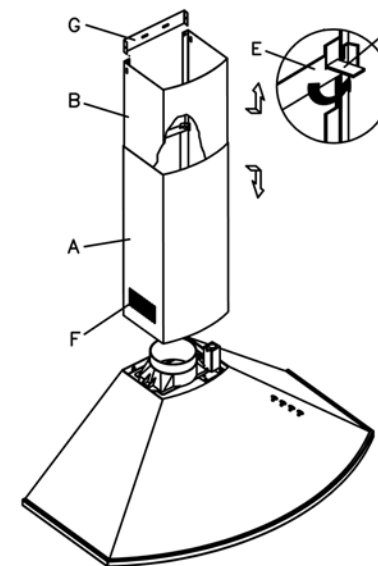

Fig. 2
Marquer sur le mur la position du support E (fig. 2), d'après les cotes et les spécifications du patron cijoint.
- Placer le tube A, la partie télescopique B étant glissée à l'intérieur, et s'assurer que le joué D soit correctement logé dans le support E (Fig. 2).